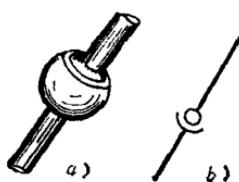

图 12 活球连接
- 四) 活球连接, 即轴、杆连接处用球形结构连接, 如图 12 所示。